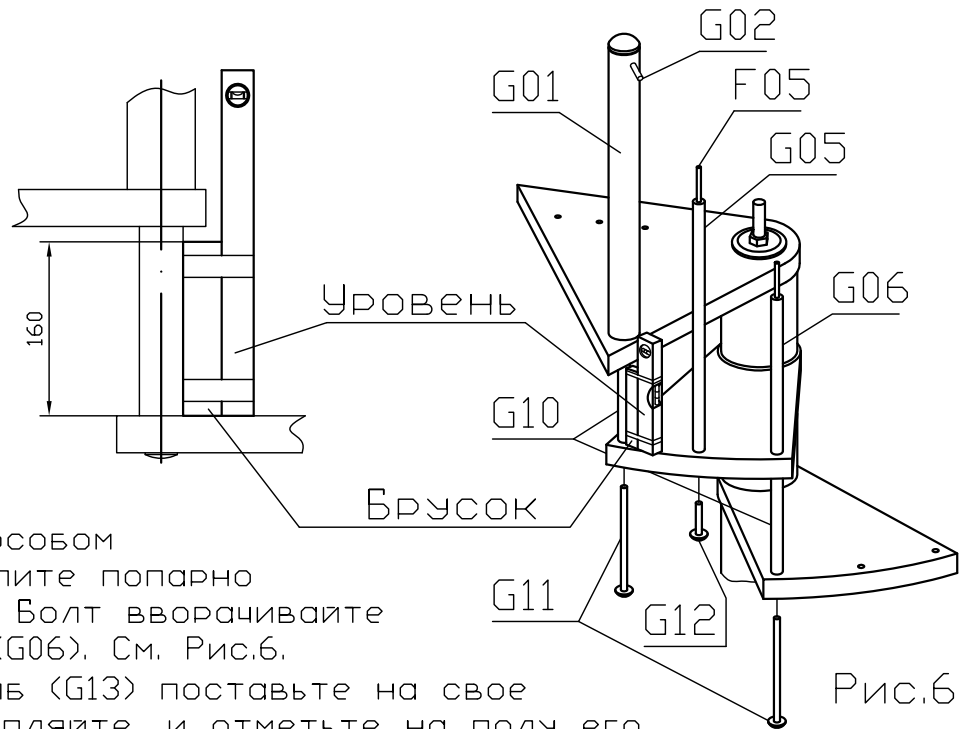

Рис.6
2.6.1 Разверните последнюю ступень так, чтобы последнее отверстие оказалось на одной вертикали с соответствующим отверстием в площадке, разместите между ступенью и площадкой проставку (G10) и заведите снизу в отверстия длинный болт (G11). Выходной столб (G01) поставьте на площадку и завинтите в него болт с небольшим натягом. См. Рис.6.
2.6.2 Прикрепите к уровню скотчем брусок длиной 160мм и приложите его к проставке, как показано на Рис.6. Поворачивая ступень, добейтесь вертикальности проставки и затяните болт торцевым ключом.
2.6.3 Таким же способом разверните и скрепите попарно остальные ступени. Болт вворачивайте в малые балясины (G06). См. Рис.6.
2.6.5 В столбе и в полу друг напротив друга просверлите отверстия диаметром 15мм на глубину 40мм. Шканти (G08) вклейте в столб. При окончательной установке столба на шканти нанесите немного герметика. См. Рис.6а.
Рис.6а
2.6.8 Выдавите небольшое количество герметика в отверстия на вершине балясин и вставьте до упора стальные трубки (F05). См. Рис.6.